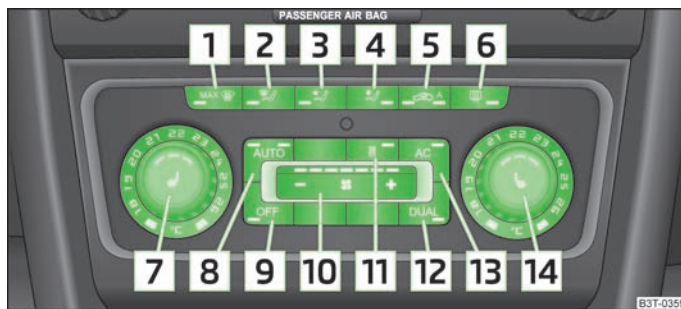

Fig. 109 Climatronic : organes de commande
- Appuyez sur la touche (AUTO) » fig. 109.
- Si le pare-brise s'embue, appuyez sur la touche   » fig. 109. Une fois le pare-brise désembué, appuyez sur la touche .
- Appuyez sur la touche  » fig. 109.
- Appuyez sur la touche   » fig. 109.